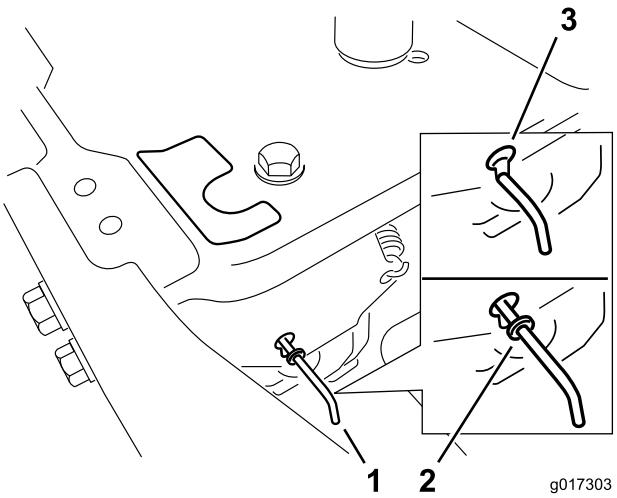

Figure 24
4. Déplacez les leviers de dérivation en avant dans l'encoche en trou de serrure, puis vers le bas pour les verrouiller en position, comme illustré (Figure 24). Assurez-vous de le faire pour chaque levier.
Déplacez les leviers de dérivation en arrière dans l'encoche en trou de serrure, puis vers le bas pour les verrouiller en position, comme illustré (Figure 24). Assurez-vous de le faire pour chaque levier.